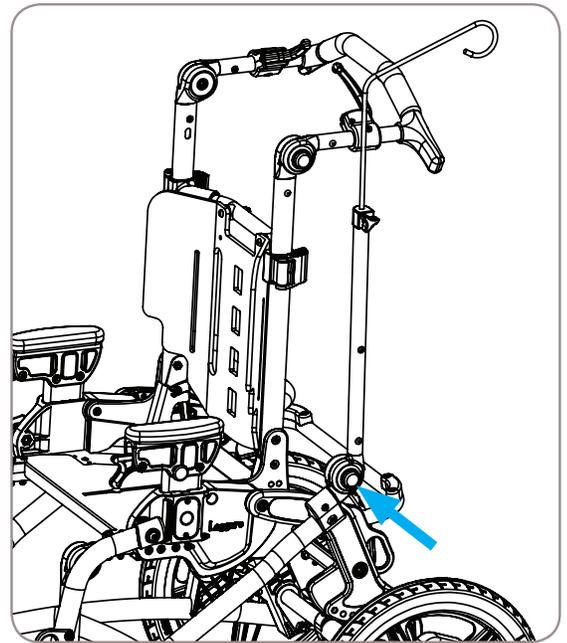

Figure 32
1. Appuyez et maintenez les boutons à l'extérieur du cliquet de réglage, consultez la figure 32.